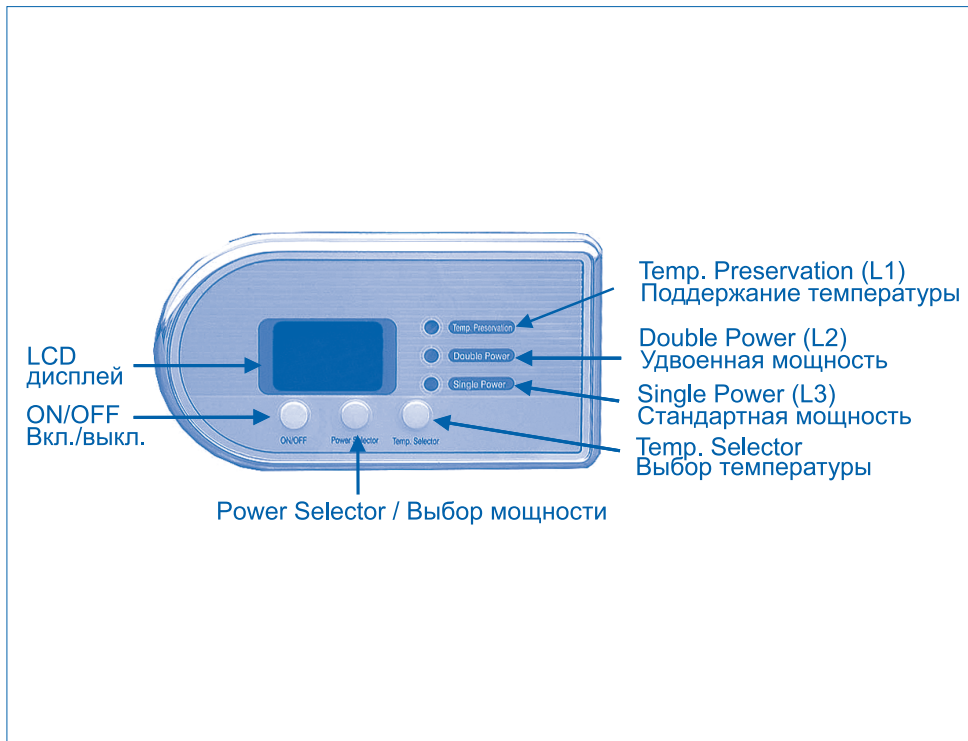

Рис. 4. Электронная панель управления.
4.2. На съёмном фланце смонтированы трубчатый электронагреватель (ТЭН) и датчики термостата и термовыключателя. ТЭН служит для нагрева воды и управляется термостатом, который имеет плавную регулировку температуры до +75°C. Термостат автоматически поддерживает температуру воды на уровне, установленном пользователем. Ручка регулировки температуры расположена на механической панели управления. Модели с электронным управлением имеют сенсорный регулятор (Рис. 4).
Индикатором режима работы ЭВН служит подсветка клавиш выбора мощности (в моделях 30л – 150л): светятся при нагревании воды, и гаснут при достижении установленной на термостате температуры нагрева воды. В моделях с электронным управлением индикация осуществляется контрольной лампой L1 (Рис. 4) – она загорается при достижении установленной температуры.
В моделях, оборудованных электронной панелью управления с цифровым дисплеем, включение/выключение водонагревателя осуществляется левой кнопкой на панели управления «ON/OFF» (Рис. 4), при этом на дисплее показывается заданная температура нагрева. Через 2,5 секунды после этого на дисплей выводится текущая температура воды в ЭВН. Выбор мощности нагрева осуществляется средней кнопкой «Power selector» на панели управления. Режим **2 кВт** сопровождается индикацией контрольной лампы **L2**, а **1,3 кВт** - индикацией контрольной лампы **L3** (Рис. 4).
- модели с электронным управлением оборудованы дисплеем. Управление осуществляется при помощи трех сенсорных клавиш, режимы контролируются по информации на дисплее и индикации трех контрольных ламп. Для выбора температуры нагрева необходимо несколько раз нажать правую кнопку «Temp. Selector» (Рис. 4) на панели управления. Дискретность изменения температуры - 5° С. При первом включении ЭВН (либо после перебора с подачей электроэнергии) по умолчанию устанавливается температура 75°С.